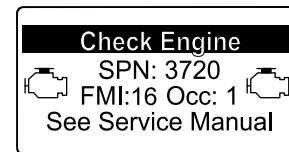

図 36
- エンジン警告 SPN 3720, FMI 16 図 36